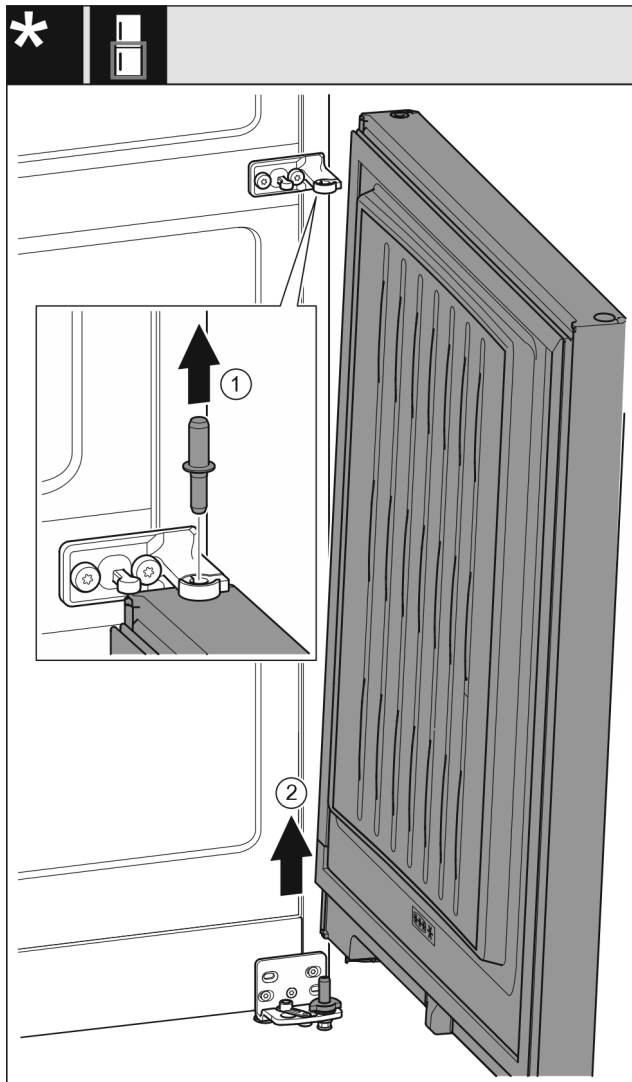

Fig. 10 Záráscsillapító nélkül
- Húzza ki felfelé a csapszeget Fig. 10 (1).
- Fordítsa ki az ajtót Fig. 10 (2), húzza fel, és tegye félre.